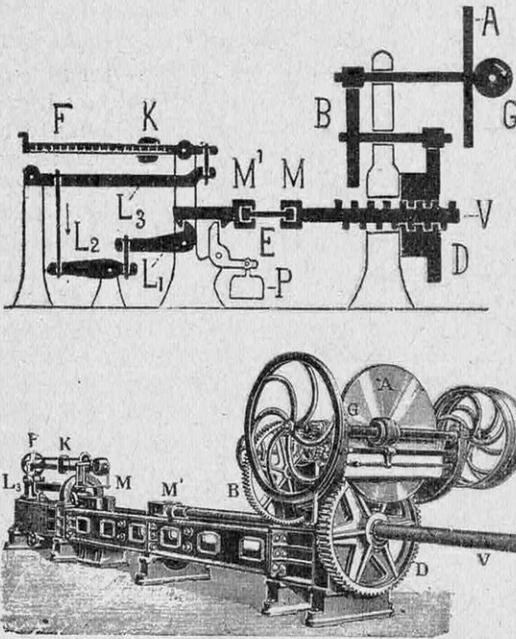
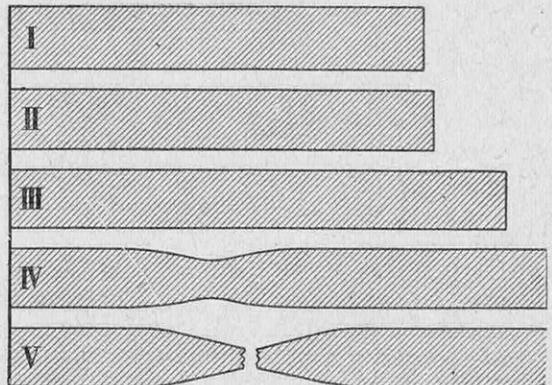
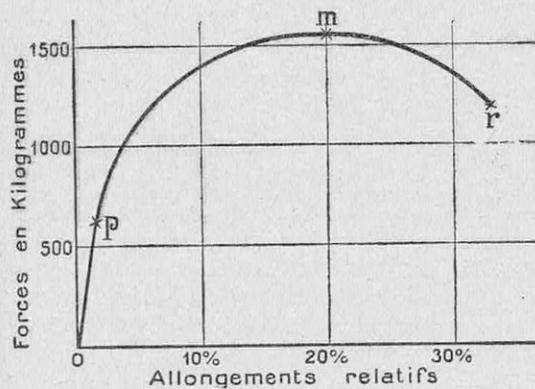

FIG. 7 ET 8. — MACHINE DE TRACTION
FIG. 9. — CE QUE DEVIENT UN CYLINDRE (I) REPRÉSENTÉ EN DEMI-GRANDEUR, LORSQU'ON LE SOUMET À DES EFFORTS DE TRACTION DE PLUS EN PLUS CONSIDÉRABLES
FIG. 10. — ESSAI DE TRACTION
Nous avons reproduit (fig. 7 et 8) une « machine de traction » utilisée dans les essais industriels et nous emploierons, pour fixer les idées, une éprouvette d'aluminium de 10 centimètres de long et de 7 millimètres de rayon (donc de 154 millimètres carrés de section primitive) ; cette éprouvette est représentée en demi-grandeur par la figure 9, I. D'ailleurs, quelles que soient les dimensions et la nature du cylindre, on passe par les quatre stades suivants :
par millimètre carré, c'est-à-dire, pour les dimensions choisies, tant que la force n'atteint pas 616 kilogrammes, il y a proportionnalité entre les allongements produits et les tensions appliquées. Pour 4 kilogrammes par millimètre carré, l'allongement relatif est de 2 % ; la longueur est devenue 10 cm 2 (1) (fig. 9, II) ; ces deux nombres : 4 kilogrammes par millimètre carré (pour la tension) et 2 % pour l'allongement relatif définissent la *plasticité* de l'aluminium, c'est-à-dire la tension ou l'allongement relatif qu'il faut dépasser pour occasionner une déformation permanente. Ce premier stade
Il s'agit du cylindre de la figure 9. Le graphique indique les allongements successifs lorsqu'on tire de plus en plus sur l'éprouvette.
de déformation est représenté par nos deux figures 10 et 11 : c'est la portion rectiligne *Op* de la figure 10, où on exprime les allongements relatifs en fonction de la force (en kilogrammes) appliquée à l'éprouvette ; c'est aussi la portion rectiligne *OP* de la figure 11, où les allongements relatifs sont rapportés à la tension (en kilogrammes par millimètre carré).
2° *Stade de traction plastique uniformément répartie.* Lorsqu'on dépasse les points *p* (fig. 10) ou *P* (fig. 11), c'est-à-dire lorsqu'on augmente encore la force de traction (ou la tension), les allongements relatifs croissent énormément — beaucoup plus que si on prolongeait les lignes droites *Op* ou *OP*. On obtient alors l'apparence de la figure 9, III, ce qui, sur nos graphiques 10 et 11, correspond aux portions de courbe *pm* ou *PM*. Toute l'éprouvette s'amincit régulièrement ; mais elle reste partiellement allongée et amincie, quand on cesse l'effort appliqué : la déformation est plastique (ou permanente).
3° *Stade de striction.* Continuons à tirer toujours davantage, à partir des points *m* ou *M*. Il se produit un amincissement localisé, une « striction », comme le montre la figure 9, IV ; cette striction ne se produit pas nécessairement au milieu de la barre ; elle est due à un défaut d'homogénéité du métal, à l'existence d'une zone de moindre résistance mécanique (1). Nos deux graphiques 10 et 11 diffèrent alors notablement : dans les appareils industriels, on constate que la force appliquée (2) *diminue* (portion *mr* de la fig. 10) ; mais cette force se trouve répartie sur une section plus faible (la striction) et si, pour obtenir la tension effective, on divise la force (expérimentalement mesurée) par la section la plus faible, on trouve une tension qui reste sensiblement constante, comme le montre la portion *MR* de la figure 11.
(1) Des éprouvettes extrêmement homogènes se brisent simultanément en un grand nombre d'endroits différents.
(2) Mesurée à la balance (fig. 7 et 8) ou au dynamomètre.
4o *Stade de rupture*. Et, finalement, le cylindre se brise, ainsi que l'indique la figure 9, V, à laquelle correspondent les points *r* et *R* de nos graphiques 10